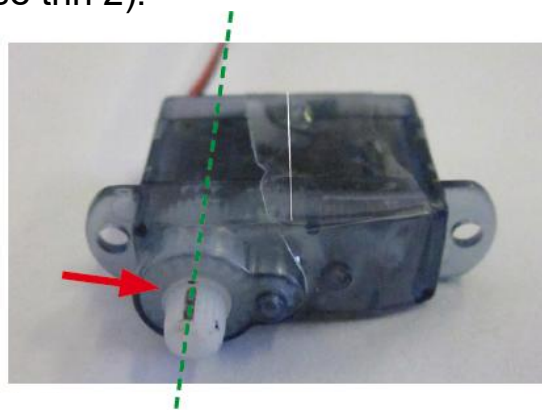

fig. 2.
a) Ved servo-armen er en markering for "nulstilling" (pil i fig. 2). Monter servo-greb justeret med markeringen "væk fra bordet". Armens retning afhænger af den valgte monteringsposition (se fig. 10).